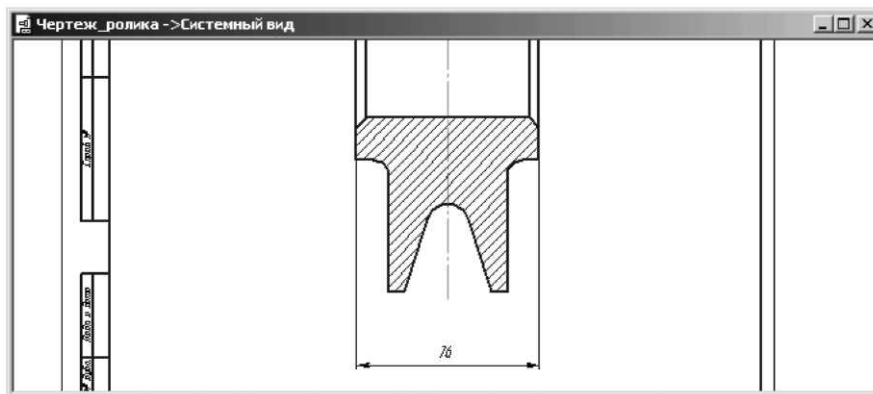

Рисунок 4.8 Результат проставлення ширини ролика
– перемістіть курсор до місця установки розмірної лінії т3 - долілиць і клацніть мишею для фіксації її місця розташування. Результат проставлення ширини ролика показаний на рис. 4.8.